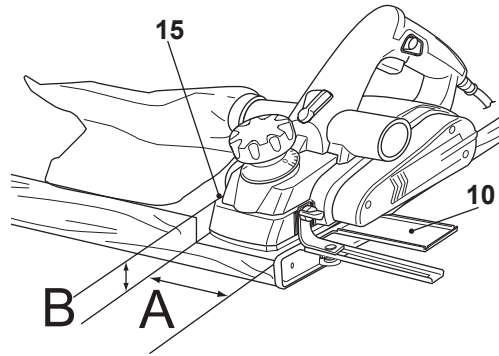

Fig. 14
- > Coloque la guía paralela (10) y el tope de profundidad para rebajes (15) en el producto tal y como se ha descrito anteriormente y ajuste al ancho (Fig. 14, A) y profundidad deseados (Fig. 14, B)